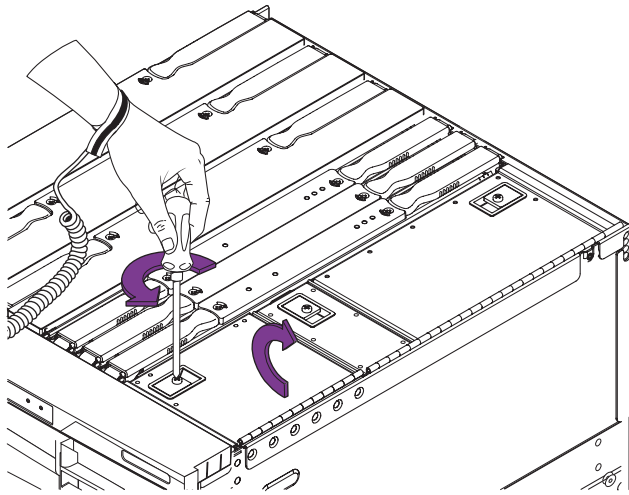
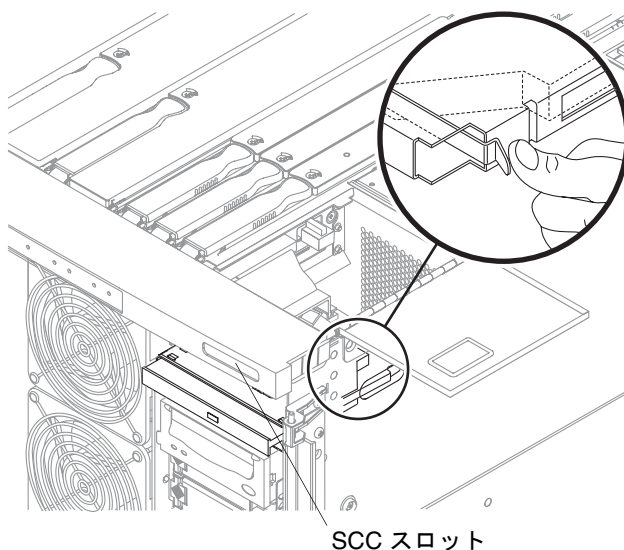

図 5-16 メディアベイのアクセスドアの開け方 — システムの上面図
図 5-20 システム構成カード (SCC) のスロットの位置
4. システム上部にあるメディアベイのアクセスドアを開きます。ラッチの固定ねじを緩めます。ラッチを上げて、カバーを持ち上げます (図 5-16)。
2. システム上部にあるメディアベイのアクセスドアを開きます (図 5-16)。
SCC リーダー (図 5-20) の取り外しおよび取り付けを行うには、システム上部にあるメディアベイのアクセスドア (図 5-16) を開く必要があります。
このカードはクレジットカードほどの大きさで、DVD-ROM ドライブの上にあります (図 5-20)。
8. メディアベイのアクセスドアを開きます。ラッチの固定ねじを緩めます。ラッチを解除して、カバーを持ち上げます (図 5-16)。
6. メディアベイのアクセスドアを開きます。ラッチの固定ねじを緩めます。ラッチを解除して、カバーを持ち上げます (図 5-16)。